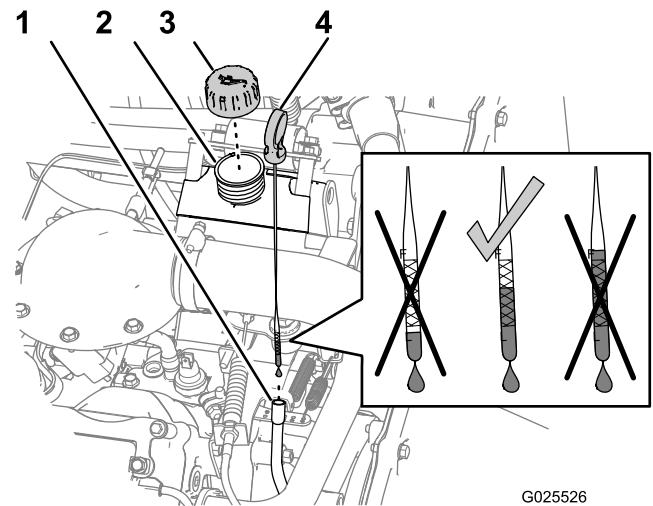

Figura 42
- Retire la varilla y límpiela con un paño limpio (Figura 42).
6. Retire la varilla y compruebe el nivel de aceite (Figura 42).
7. Si el nivel de aceite es bajo, retire el tapón de llenado (Figura 42) y añada suficiente aceite para elevar el nivel a la marca Full (lleno) de la varilla.
8. Instale el tapón de llenado en el cuello de llenado (Figura 42).
9. Coloque con firmeza la varilla (Figura 42).